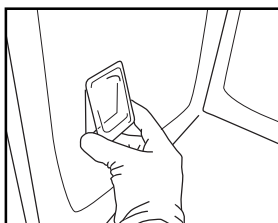

Fig. 9
5. Volte a colocar a cobertura da lâmpada e empurre-a contra a parede para que encaixe correctamente (Fig. 9).